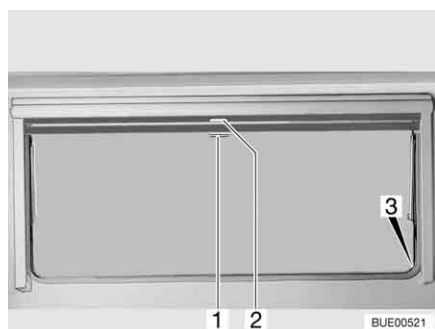

Bild 53 Överkantshängda fönster
- Drag ned mörklägningsrullgardinen med handtaget (Bild 53,2). När mörklägningsrullgardinen dras ned helt fäster man det man i spärrarna (Bild 53,3) på båda sidorna på fönsterkarmen.
- När mörklägningsrullgardinen är helt neddragen: Tryck ned handtaget (Bild 53,2) och drag det något inåt. Nu kan man ta loss mörklägningsrullgardinen ur spärrarna på båda sidorna av fönsterkarmen.
- När mörklägningsrullgardinen inte är helt neddragen: Drag handtaget (Bild 53,2) lätt nedåt tills spärren släpper.
- Drag ner insektsnätet med handtaget (Bild 53,1) och fäst det i spärrarna (Bild 53,3) på båda sidorna av fönsterkarmen.
- Tryck ned handtaget (Bild 53,1) och drag det något inåt. Lossa insektsnätet ur spärrarna på båda sidorna av fönsterkarmen.